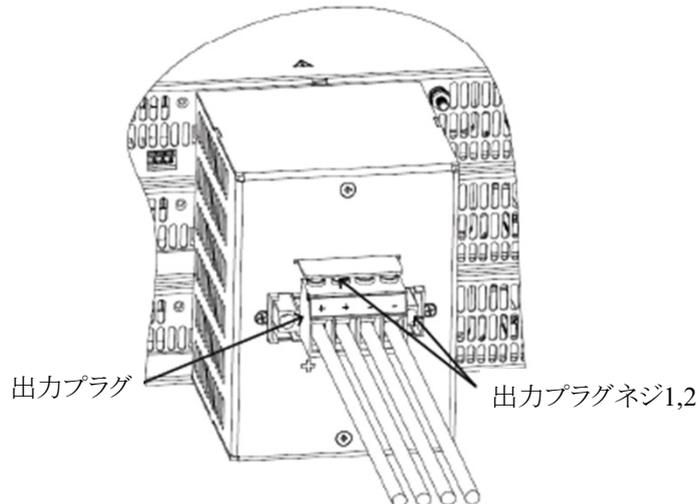

図4-48 出力プラグへの負荷線の接続方法
3. 図4-48に示すように剥離した負荷線を出力プラグに挿入し、出力プラグ端子ネジ1を締めてください。
(図4-48はGSP15kWの場合ですが、GSP10kWも同様です。)